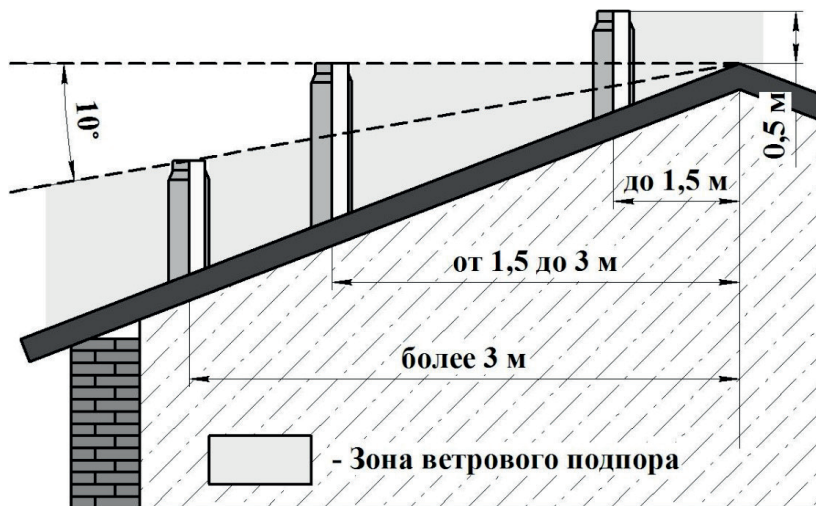

Рисунок 10 — Требования к высоте дымохода
- не ниже линии, проведенной от конька вниз под углом 10° к горизонту при расположении дымовой трубы от конька на расстоянии более 3 м. (см. рисунок 10)